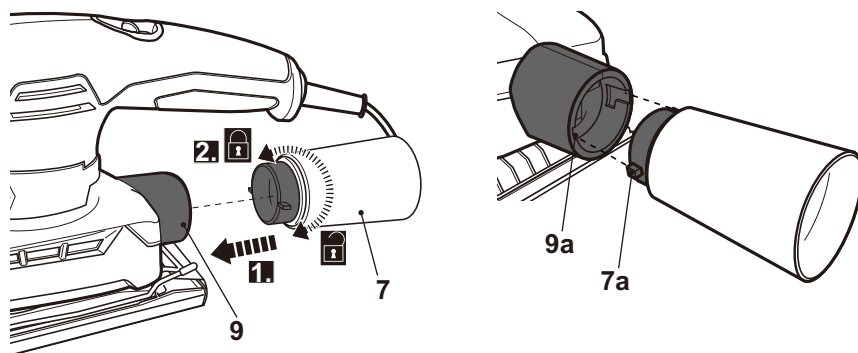

Fig. 19
- > Alinee las lengüetas (7a) con las ranuras (9a) e inserte el adaptador de aspiración (7) en la salida de extracción de polvo (9) hasta el fondo (Fig. 19, paso 1).
- > Gire el adaptador de aspiración (7) en sentido horario para fijarlo en posición (Fig. 19, paso 2).